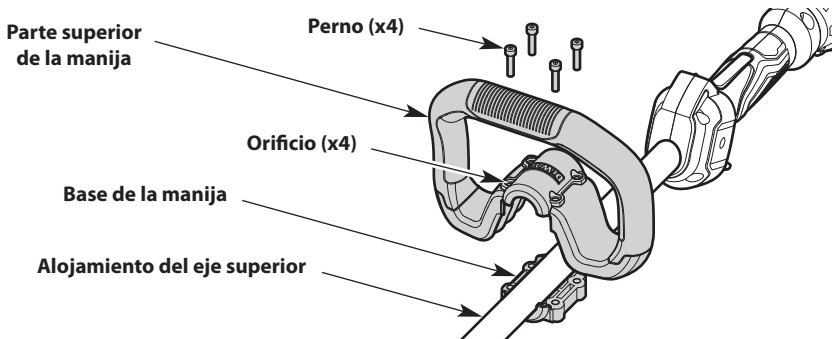

Fig. 8
1. Presione y mantenga presionada la base de la manija contra la parte inferior del alojamiento del eje superior (Fig. 8).
2. Presione la parte superior de la manija hacia la base de la manija hasta que encajen (Fig. 8).
3. Inserte los pernos (x4) en los orificios (x4) (Fig. 8).
1. Afloje los pernos levemente (Fig. 8). Use una llave Allen de 5/32 pulg. (4 mm).